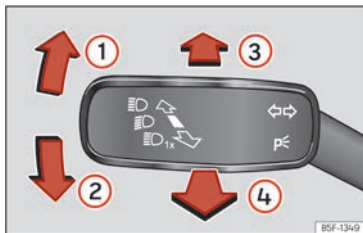

Abb. 105 Blinker- und Fernlichthebel.
- Drücken Sie den Blinker- und Fernlichthebel aus der Ausgangsstellung nach vorne »» **(Abb. 105)** .
- **ODER:** Ziehen Sie bei eingeschaltetem Fernlichtassistenten den Blinker- und Fernlichthebel nach hinten »» **(Abb. 105)** .